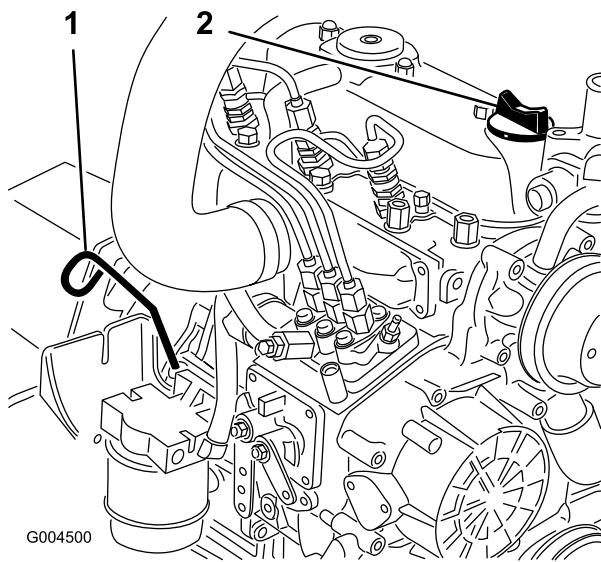

Figura 65
3. Retire la varilla (Figura 65), límpielala, y vuelva a colocarla. Retire la varilla y compruebe el nivel de aceite.
4. Si el nivel de aceite está por debajo de la marca Lleno, retire el tapón de llenado (Figura 65) y añada aceite hasta que el nivel llegue a la marca Lleno de la varilla.